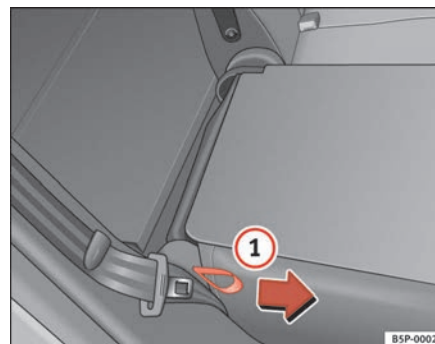

Fig. 100 Abatir o levantar el respaldo del asiento posterior
- Tire del lazo situado en el lateral del asiento ⇒ fig. 100 (1) en la dirección de la flecha y levante el respaldo hasta que encastre.